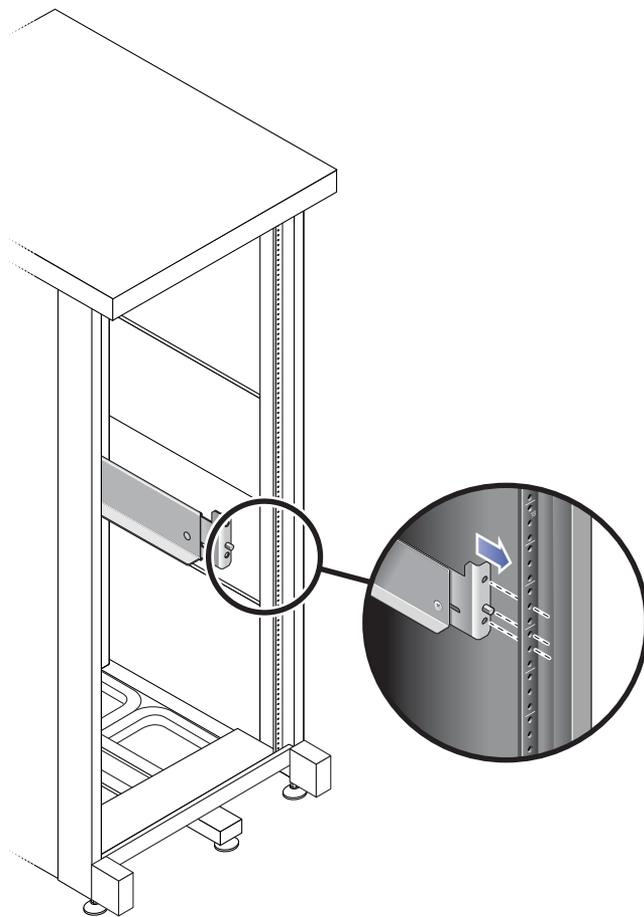

図 2-8 キャビネット背面での左側レールの長さ調節
- c. キャビネット背面で、レールの長さを調節して、キャビネットレールのすぐ内側にレールを取り付けます (図 2-8)。